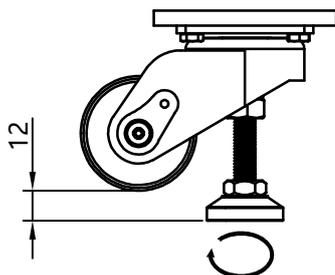

图5
②如图5所示，推荐脚轮悬空状态脚杯向下（逆时针）调节量为0-12mm，（丝杆螺纹有效配合长度不小于5mm）。